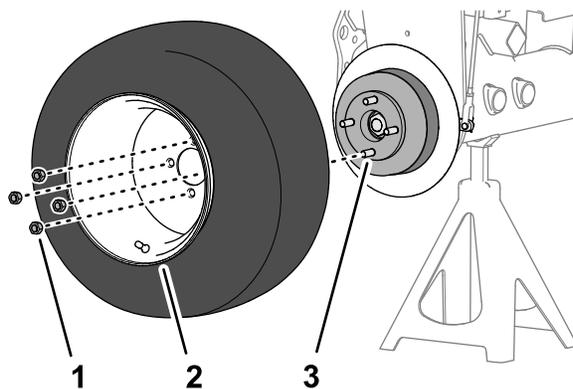

图 64
1. 卸下将前车轮固定至轮毂的 4 个车轮螺母然后卸下车轮图 64。